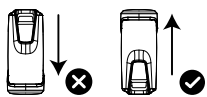

Figura 2:
- Monte el dispositivo en posición vertical. Consulte la Figura 2.